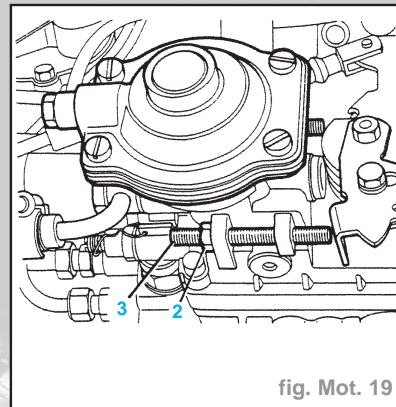

fig. Mot. 19
- Si un réglage est nécessaire, desserrer l'écrou (1) de la pompe d'injection (Fig. Mot. 19).
- Faire tourner la vis de réglage (2) dans le sens des aiguilles d'une montre pour augmenter le régime du moteur ou dans le sens inverse pour le réduire. Faire tourner le moteur plus rapidement pendant quelques secondes et vérifier le régime de ralenti.